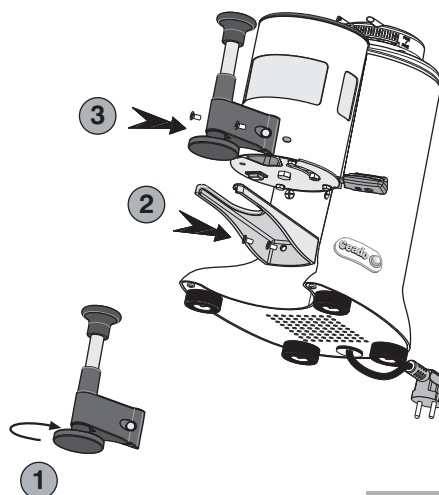

Fig. 14
- 2** Scegliere il diametro del pressino adatto (53, 54,5 o 57,5 mm) per il porta filtro della macchina per caffè in vostro possesso e fissarlo all'asta del pressino telescopico (1, Fig. 14).
- 3** Posizionare la forcella di appoggio lunga fornita assieme al pressino telescopico e fissarla utilizzando le stesse viti di fissaggio della forcella corta smontata precedentemente (2, Fig. 14).
- 4** Posizionare il pressino telescopico e fissarlo utilizzando le viti in dotazione (3, Fig. 14).